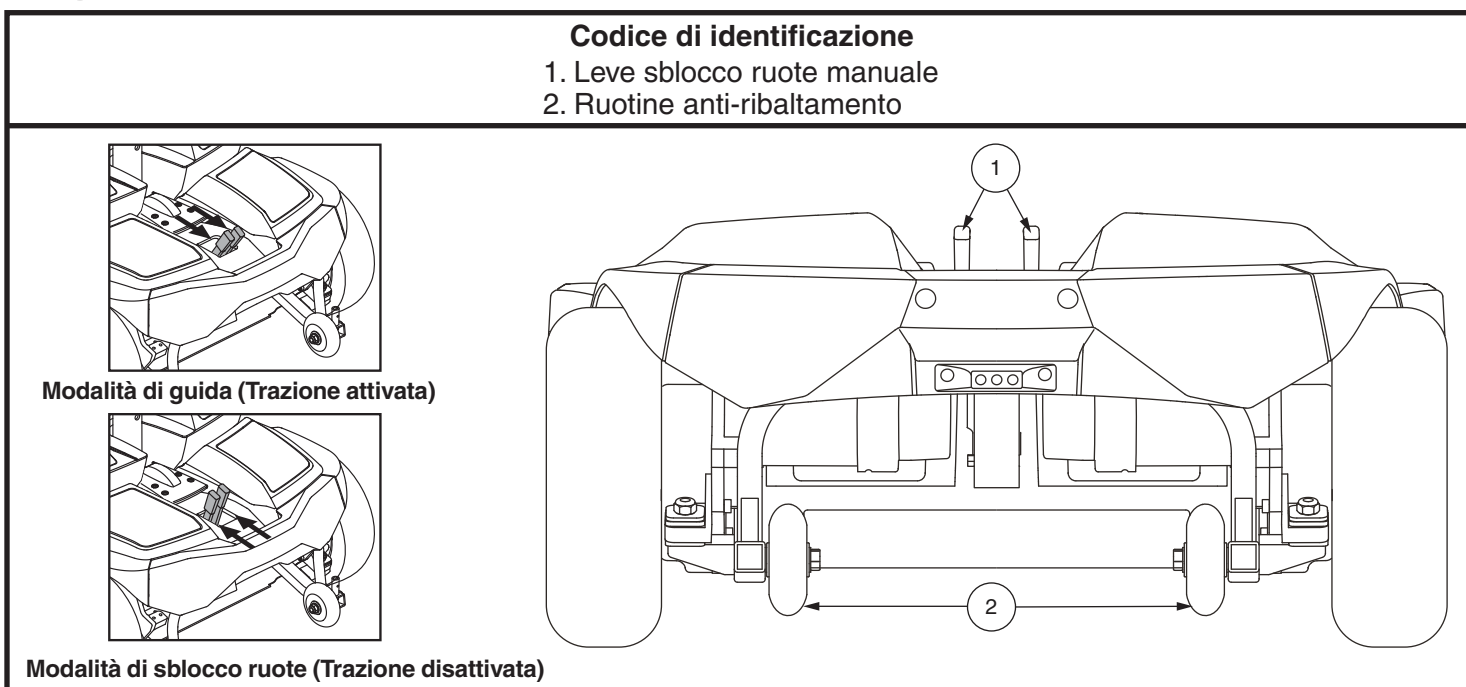

Figura 3. Parte posteriore della base elettronica
1. Individuare le leve nella parte posteriore della base elettronica. **Vedere figura 3.**
Le ruotine anti-ribaltamento costituiscono un importante elemento di sicurezza integrante della Go-Chair. Sono fissate sul telaio nella parte posteriore della Go-Chair. **Vedere figura 3.**
2. Verificare che la Carrozzina sia in modalità di guida. **Vedere figura 3.**